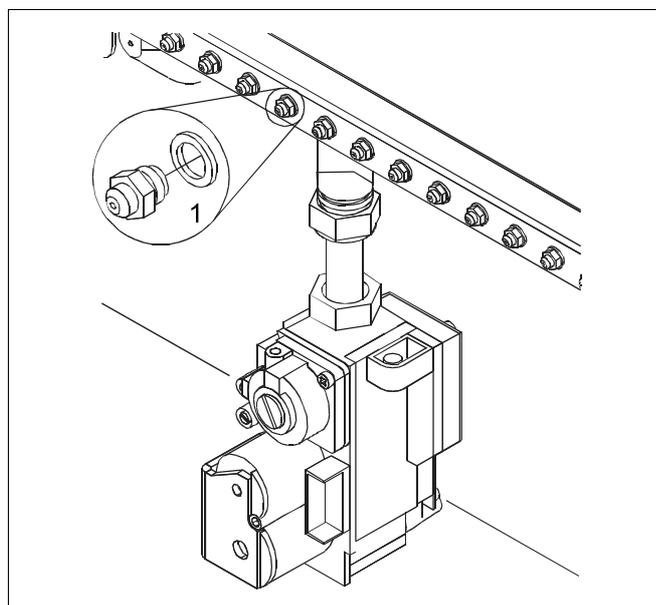

Fig. 40 Sostituire gli ugelli
- Togliere gli ugelli (fig. 40, **pos. 1**) del bruciatore e sostituirli con ugelli di diametro foro corrispondente al nuovo tipo di gas (tab. 7, pagina 39).